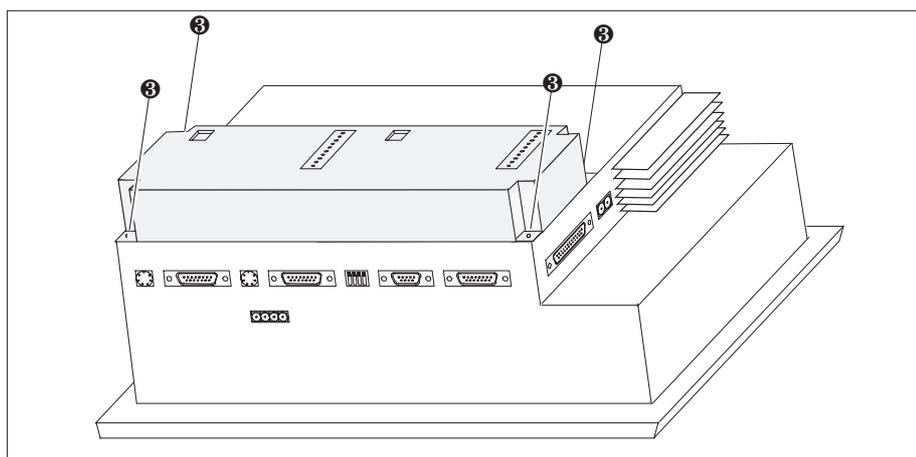

Figura 17-3 Fissaggio del modulo di tasti diretti (esempio TP37)
- Fissare il modulo di tasti diretti, con le quattro viti ③ comprese nella fornitura, al Touch Panel (vedi, per il TP37, figura 17-3).